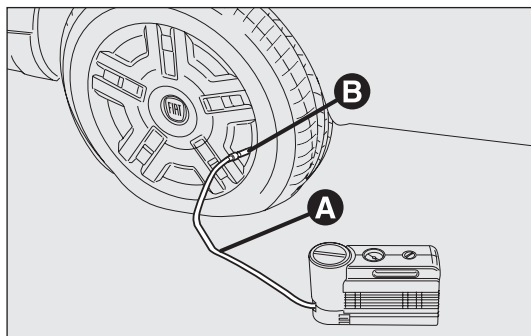

рис. 172
- ☐ Введите рычаг стояночного тормоза. Отвинтите колпачок вентиля шины, выньте прозрачную трубку для заполнения А – рис. 172 и привинтите гайку В к вентилю шины;